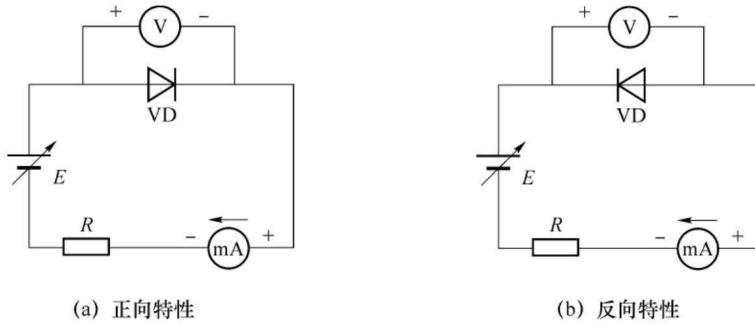

图 1-5 晶体二极管伏安特性测量电路
二极管伏安特性测量电路如图 1-5 所示。其中, VD 为二极管, E 为直流稳压电源, 输出电压值可调, R 为限流电阻, 阻值为 200Ω , 用于保护二极管, 电压表 V 与二极管并联连接, 电流表 (mA) 与二极管串联连接, 注意表笔极性。
(1) 检测二极管的极性及质量好坏。
(2) 在面包板上按图 1-5(a) 电路连线, 检查无误后, 开启直流稳压电源, 调节输出电压, 使电流表读数分别为表 1-3 中的数值, 对于每个电流值测量出对应的电压值, 将测得的数据记入表 1-3 中。
按照图 1-5(b) 电路连线, 测反向特性时, 调节可调直流稳压电源输出电压 U , 从 0 V 开始缓慢地增加(不能超过 20 V), 将测量数据记入表 1-4 中。